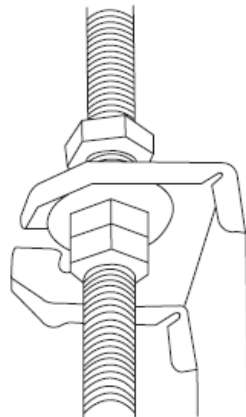

Fig. 4.5
5. Fixati unitatea de interior. Va fi nevoie de doi oameni pentru a ridica si fixa unitatea. Introduceti bolturile de suspendare in gaurile pentru acrosare ale unitatii. Fixati-le folosind saibe si piulitele din dotare (consultati Fig. 4.5).